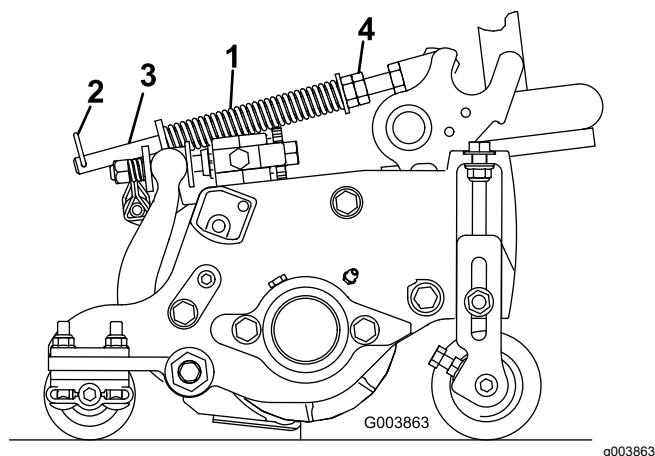

Рисунок 53
Пружина компенсации состояния грунта (Рисунок 53) переносит вес с переднего на задний валик. Это препятствует образованию на грунте волнообразных неровностей (так называемых «волн» или «трясок»).
1. Убедитесь, что игольчатый шплинт вставлен в заднее отверстие штока пружины (Рисунок 53).
2. Затяните шестигранные гайки на переднем конце штока пружины так, чтобы длина сжатой пружины была равна 15,9 см; см. Рисунок 53.